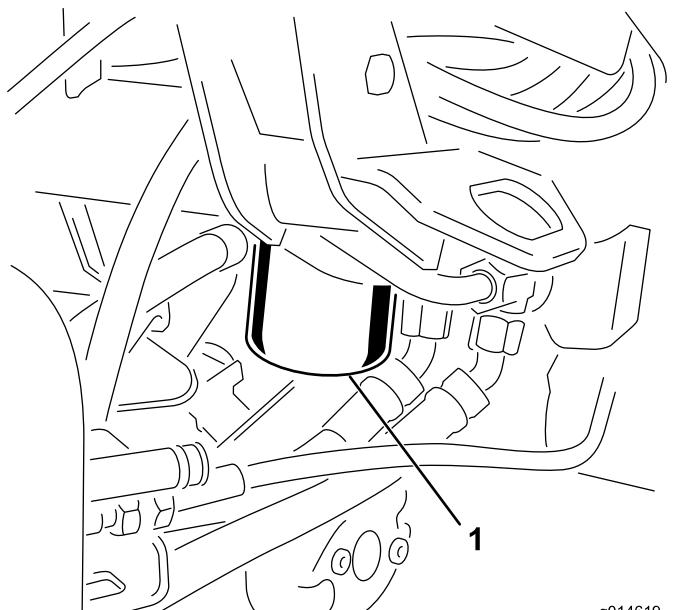

図 37
1. フィルタ容器の周辺をウェスできれいにぬぐう図 37。フィルタの下に廃油受けを置いてフィルタを外す。